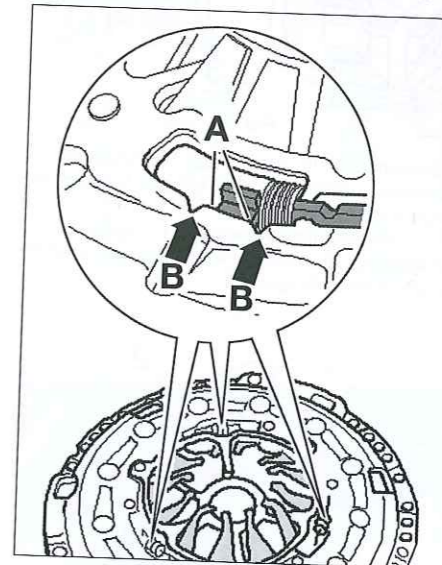

Fig. 4
- Las dos aristas (A) del anillo de reglaje deben encontrarse entre las dos muescas (B) (Fig.4).